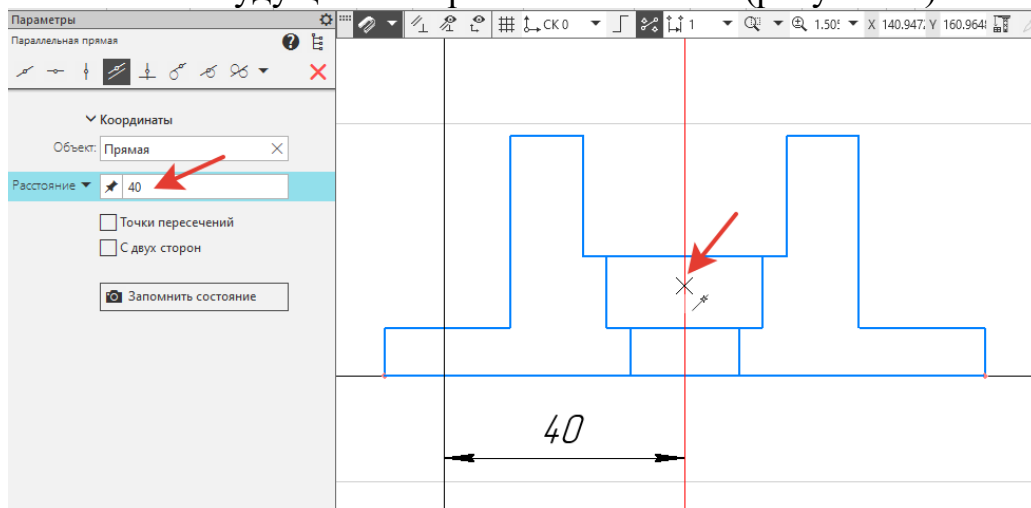

Рисунок 42.
6. На инструментальной панели **Геометрия** -  **Вспомогательная параллельная прямая** от вертикальной центральной осевой линии откладываем - 40, это осевая линия будущего отверстия с зенковкой (рисунок 42).